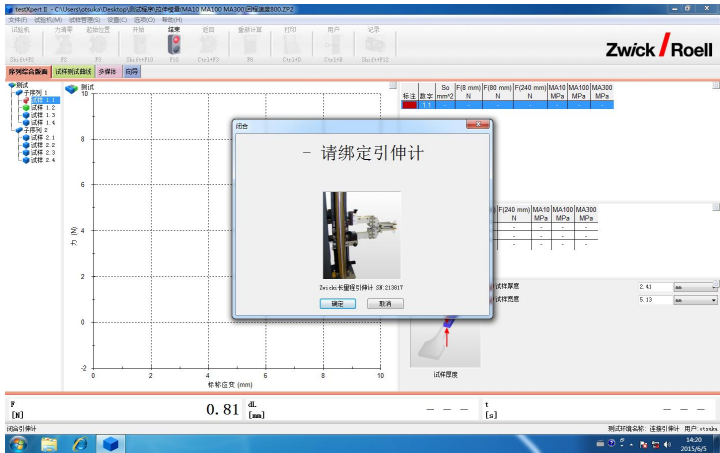

图 13
3.3.11 夹紧引伸计。注意：夹紧引伸计后，上引伸计顶住上侧金属杆（如图 13），上下引伸计顶紧。